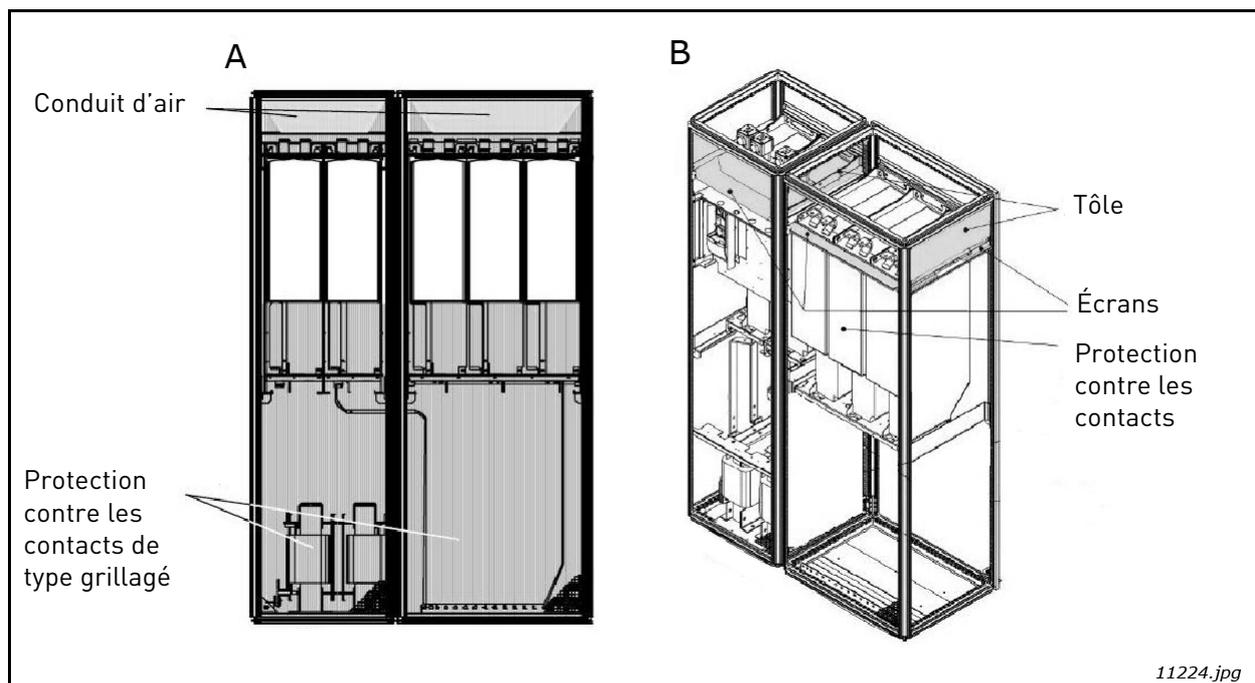

Figure 44. Guides de débit d’air de refroidissement pour l’armoire
- A. Installez un conduit d’air fermé entre le module de puissance et la sortie en haut du coffret (A sur la Figure 44).
- B. (B sur la Figure 44). Placez les écrans au-dessus des espaces de sortie d’air sur les côtés du module.